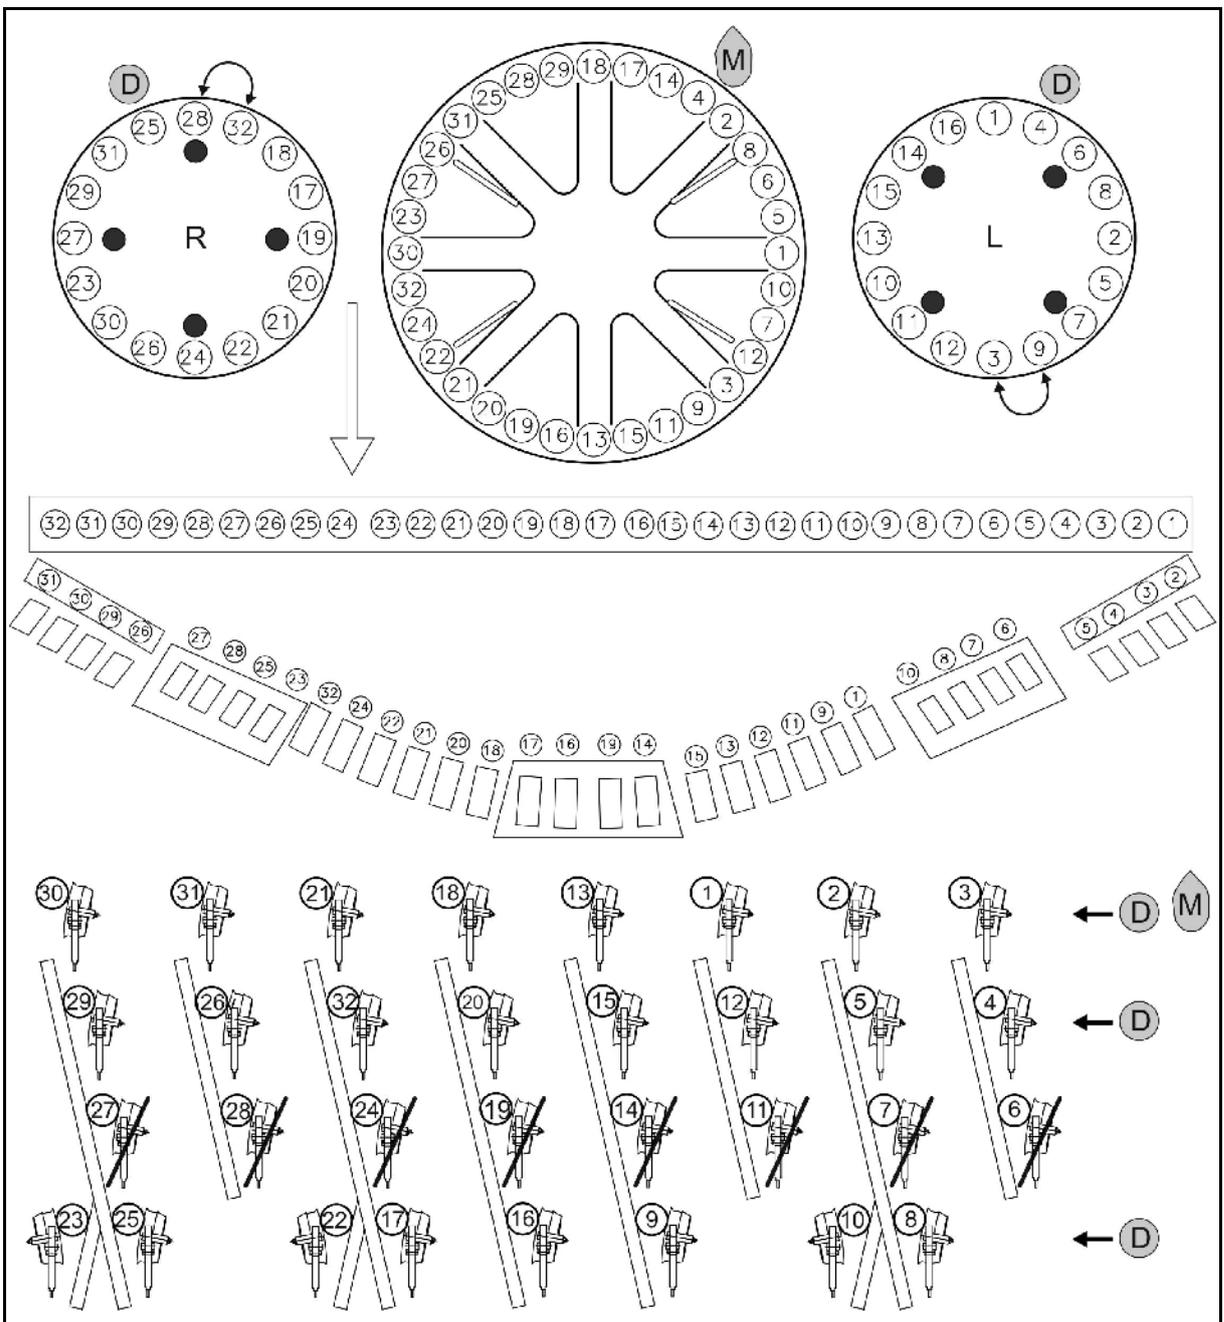

Fig. 54
- Mais M: Verschlussbleche  entsprechend Fig. 54 montieren.
- Dünger D: Verschlussstopfen  entsprechend Fig. 54 montieren.